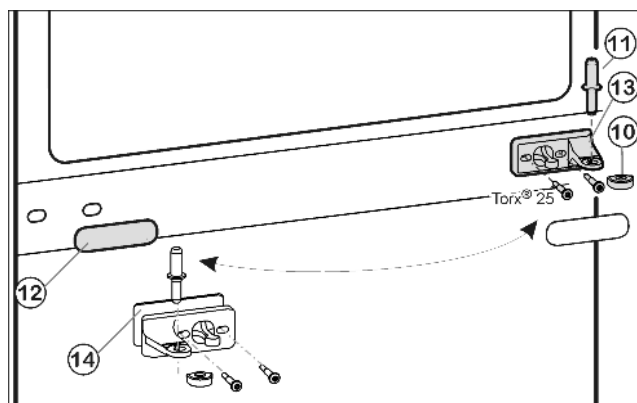
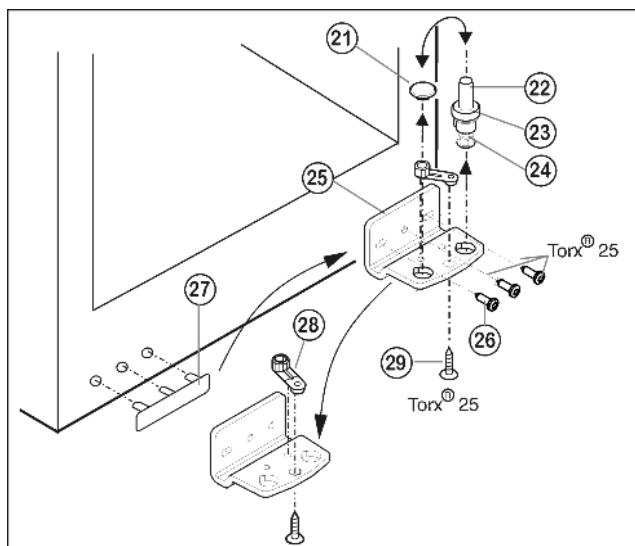

Fig. 5
Fig. 6
- ▶ Вытащите из опорного кронштейна и нижней дверцы средний опорный винт *Fig. 5 (11)*.
- ▶ Снимите пластмассовый колпачок *Fig. 5 (10)*.
- ▶ Открутите средний опорный кронштейн *Fig. 5 (13)* (2 шт. Torx® 25).
- ▶ Осторожно снимите накладку *Fig. 5 (12)*.
- ▶ Прикрутите средний опорный кронштейн *Fig. 5 (13)* с подкладкой *Fig. 5 (14)* с поворотом на 180° на новую сторону шарнира (с моментом 4 Нм).
- ▶ Защелкните накладку *Fig. 5 (12)*, повернув на 180°, на стороне, где теперь будет ручка.
- ▶ Извлеките опорный винт *Fig. 6 (22)* в комплекте с шайбой *Fig. 6 (23)* и регулируемой опорой *Fig. 6 (24)*, вытягивая его вверх.
- ▶ Снимите пробку *Fig. 6 (21)*.
- ▶ Открутите *Fig. 6 (26)* опорный кронштейн *Fig. 6 (25)*.
- ▶ Открутите *Fig. 6 (29)* опорную деталь *Fig. 6 (28)* и, переставив в отверстие на противоположной стороне опорного кронштейна, снова прикрутите.
- ▶ Осторожно снимите и переставьте на противоположную сторону крышку со стороны ручки *Fig. 6 (27)*.
- ▶ Снова прикрутите опорный кронштейн *Fig. 6 (25)* на новой стороне шарнира (с моментом 4 Нм). При необходимости используйте аккумуляторный шуруповерт.
- ▶ Переставьте пробку *Fig. 6 (21)* в свободное отверстие.
- ▶ Вновь установите опорный винт *Fig. 6 (22)* в комплекте с шайбой и регулируемой опорой. При этом фиксатор должен быть направлен назад.
- ▶ Установите нижнюю дверцу сверху на нижний опорный винт *Fig. 6 (22)*.
- ▶ Снова наденьте пластмассовый колпачок *Fig. 5 (10)* на средний опорный кронштейн *Fig. 5 (13)*.
- ▶ Вставьте средний опорный винт *Fig. 5 (11)* на новой стороне шарнира через средний опорный кронштейн *Fig. 5 (13)* в нижнюю дверцу.
- ▶ Установите верхнюю дверцу на средний опорный винт *Fig. 5 (11)*.
- ▶ При необходимости выровняйте дверцы через два продольных паза в нижнем опорном кронштейне *Fig. 6 (25)* и среднем опорном кронштейне *Fig. 5 (13)* параллельно корпусу устройства. Для этого выкрутите средний винт на нижнем опорном кронштейне *Fig. 6 (25)*.